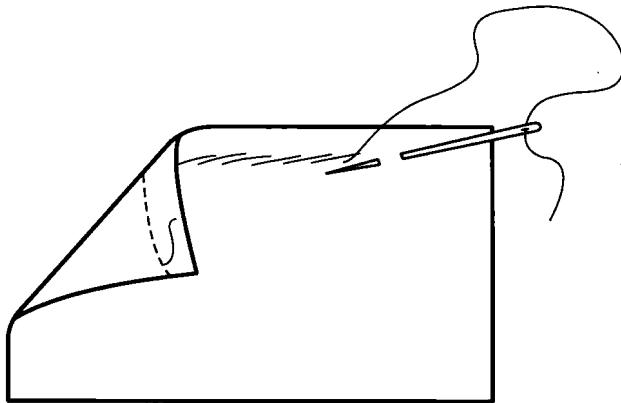

图 1-13
**操作：**从毛边处进去 0.7cm 扎起，第一针起针后倒退 1cm 扎入，缝透布底层后再向前 0.3cm 将针拉出布面，第一针与第二针交触 0.3cm，依次循环操作，就变成倒扎针了。见图 1-13。